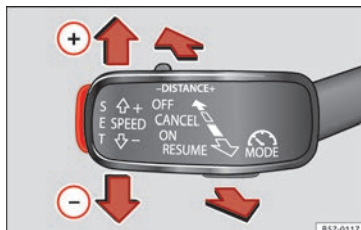

Fig. 48 A sinistra del piantone dello sterzo: terza leva per l'uso del GRA.
- Collegamento del GRA: posizionare la terza leva su **ON** » **fig. 48**. Il sistema si accende ma non effettua la regolazione poiché non è programmata alcuna velocità.
- Attivazione del GRA: premere il tasto **SET** » **fig. 48**. Memorizza e regola la velocità attuale.
- Disattivazione temporanea del GRA: muovere la leva fino a **CANCEL** » **fig. 48** e rilasciarla o schiacciare il freno. La regolazione si scollega temporaneamente.
- Collegare nuovamente il GRA: muovere la leva fino a **RESUME** » **fig. 48** e rilasciarla. La velocità memorizzata verrà conservata e regolata nuovamente.
- Disattivazione del GRA: portare la terza leva in posizione **OFF** » **fig. 48**. Il sistema si disattiva e la velocità memorizzata si cancella.